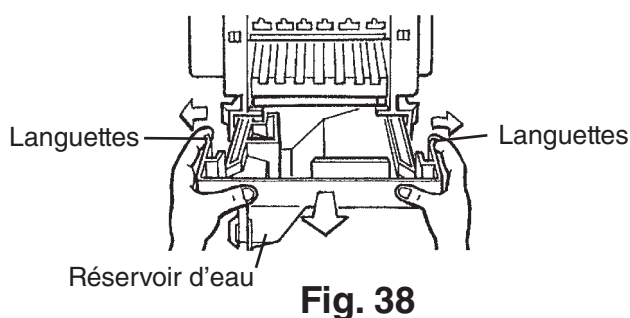

Fig. 38
5. Écartez les languettes pour déverrouiller le réservoir d'eau, puis faites-le glisser. Voir Fig. 38.